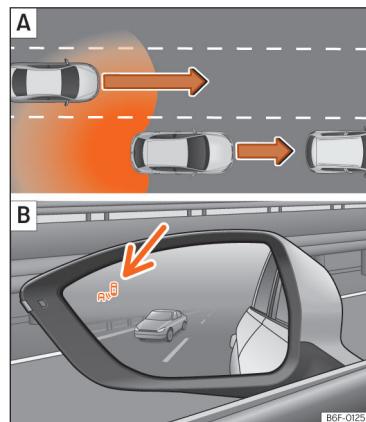
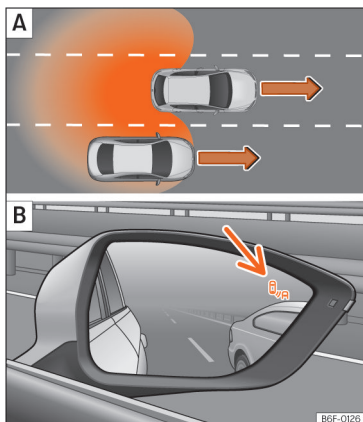

Abb. 114 Schematische Darstellung: **A** Überholen mit Verkehr im hinteren Bereich. **B** Anzeige des Spurwechselassistenten links.
Abb. 115 Schematische Darstellung:
- Bei einer Überholung durch ein anderes Fahrzeug >>> **(Abb. 114)** **A**.
- Bei Überholung eines anderen Fahrzeugs >>> **(Abb. 115)** **A** mit einer Geschwindigkeitsdifferenz von ca. 10 km/h (6 mph). Erfolgt die Überholung wesentlich schneller, erfolgt keine Anzeige.
In folgenden Situationen wird die Anzeige in der Kontrollleuchte >>> **(Abb. 114)** **B** (Pfeil) oder >>> **(Abb. 115)** **B** (Pfeil) dargestellt: